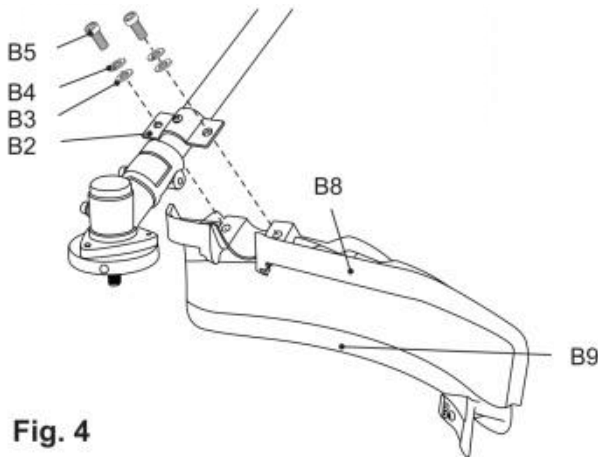

Fig. 4
15) Fissare il collegamento con i bulloni (B5) , le rondelle elastiche rs((B4)) e le rondelle (B3)) utilizzando lo strumento (E4) .(Fig.4).